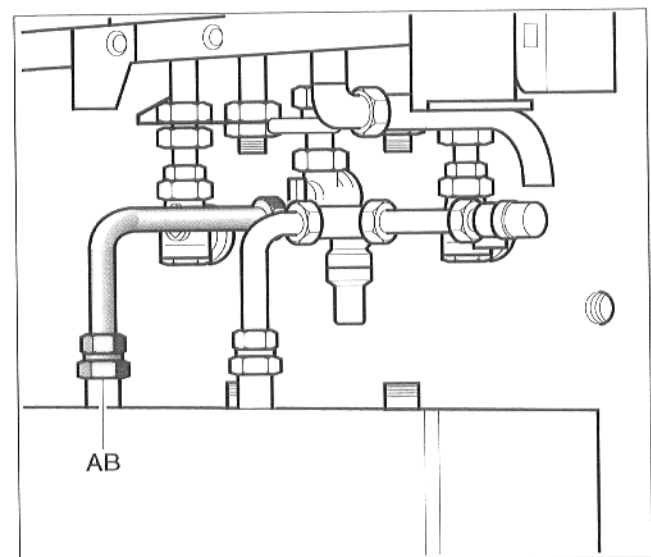

Abb. 8 Brauchwasser-Anschlußrohr
- Klemmringverschraubung an den Brauchwasser-austritt am Speicher (AB) eindichten. Schraubnippel vom Brauchwasser-Anschlußrohr in den Wandanschluß eindichten.
- Brauchwasser-Anschlußrohr zwischen Speicher und Wandanschluß montieren (Auf Klemmringe achten! Abb. 8).